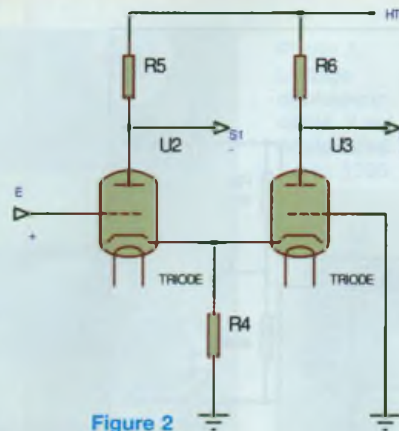

Figure 2
- le déphaseur de Schmidt qui nécessite deux triodes (**figure 2**)